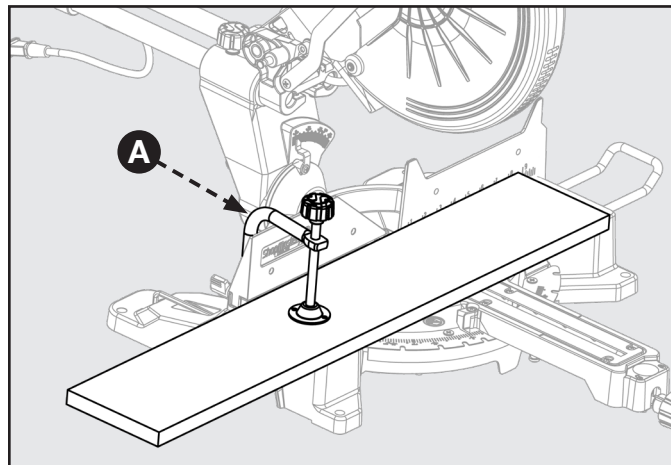

FIGURA 20
Al cortar piezas de trabajo anchas, como de 5 X 30 cm (2" X 12"), sujete la pieza de trabajo a la mesa de trabajo con una abrazadera de sujeción (A), tal como se muestra en la Figura 20.